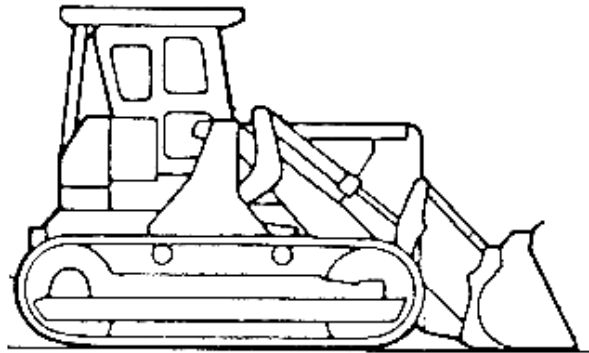

Figure 5.2 – chargeur
e) chargeur : (voir figure 5.2)